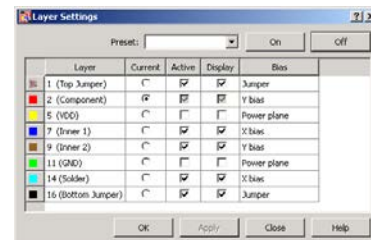

Рис. 2. Настройки отображения слоев.
3. Выполним команду меню Layer и в появившемся окне Layer Setting (рис. 2) выключим отображение слоев 5 (VDD) и 11 (GND), для чего уберем галочки в колонке Display напротив указанных слоев.